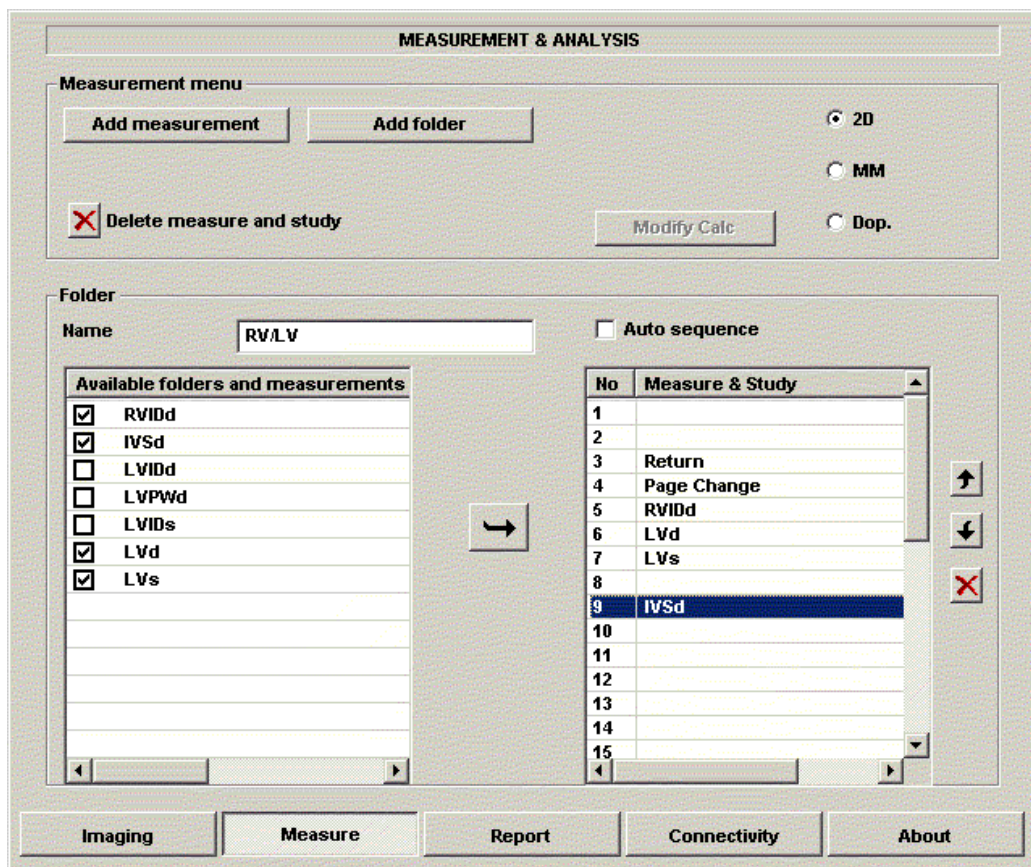

Рис. 7-18. Измерение и анализ: Удаление пункта с сенсорной панели
1. Переместите **Трекбол** для выделения пункта в перечне Measure & Study (Измерение и исследование) и нажмите клавишу **Set (Установка)**. См. Рис. 7-18.